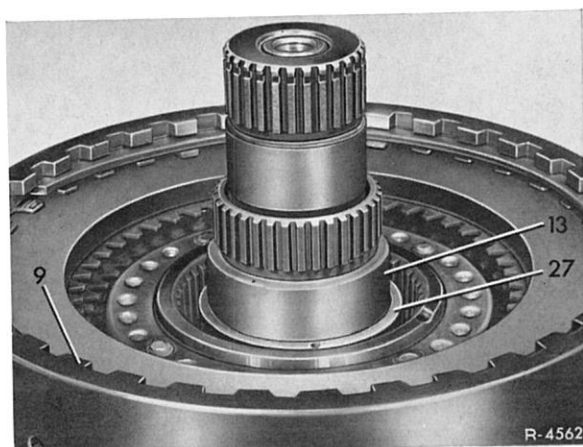

Bild 27-2/18
24 Nadellager (27) auf die Hohlwelle (13) aufstecken. Sonnenrad vom mittleren Radsatz in die Verzahnung von Bremsbandtrommel B 1 einsetzen (Bild 27-2/18).